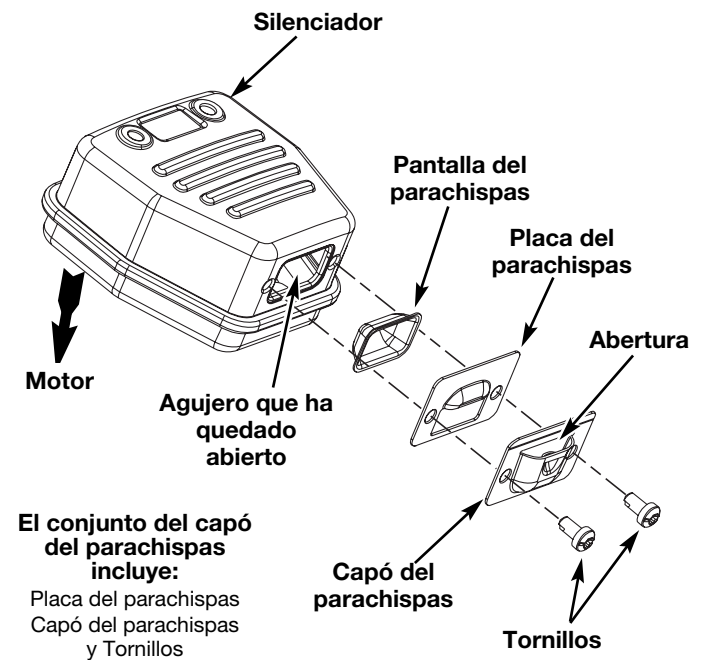

Fig. 41
2. Localice el silenciador, pero no lo quite. Busque los dos (2) tornillos en la parte inferior del silenciador (Fig. 41). Estos dos tornillos unen el conjunto de deflector de escape y la pantalla del parachispas a la parte inferior del silenciador. Quite los dos (2) tornillos usando una llave torx No. 20 o un destornillador plano.
6. Coloque la placa del parachispas encima del parachispas con el lado “levantado” hacia arriba mirando al motor (Fig. 41).
7. Coloque el capó del parachispas encima de la placa del parachispas con el lado “levantado” hacia arriba y la apertura mirando en dirección CONTRARIA al motor (Fig. 41). Asegúrese de que el escape se dirija en dirección CONTRARIA al motor.